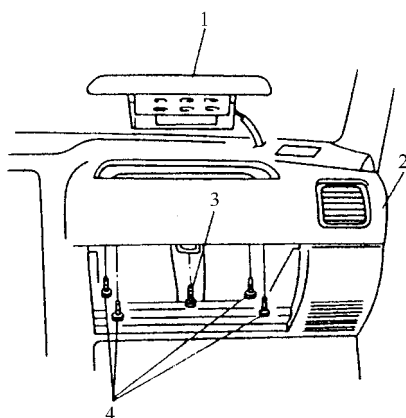

图 4-57 拆卸副驾驶员侧安全气囊模块
3) 拆下副驾驶员侧安全气囊模块安装螺栓, 拆下副驾驶员侧安全气囊模块, 如图 4-57 所示。